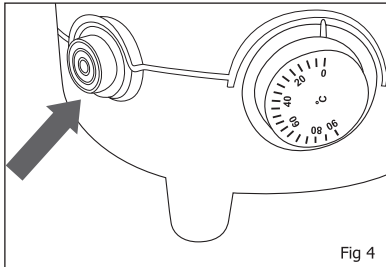

Fig 4
- Allumez l'appareil en appuyant sur l'interrupteur vert (Fig. 4). L'interrupteur s'allume lorsque l'appareil est en marche (ON).